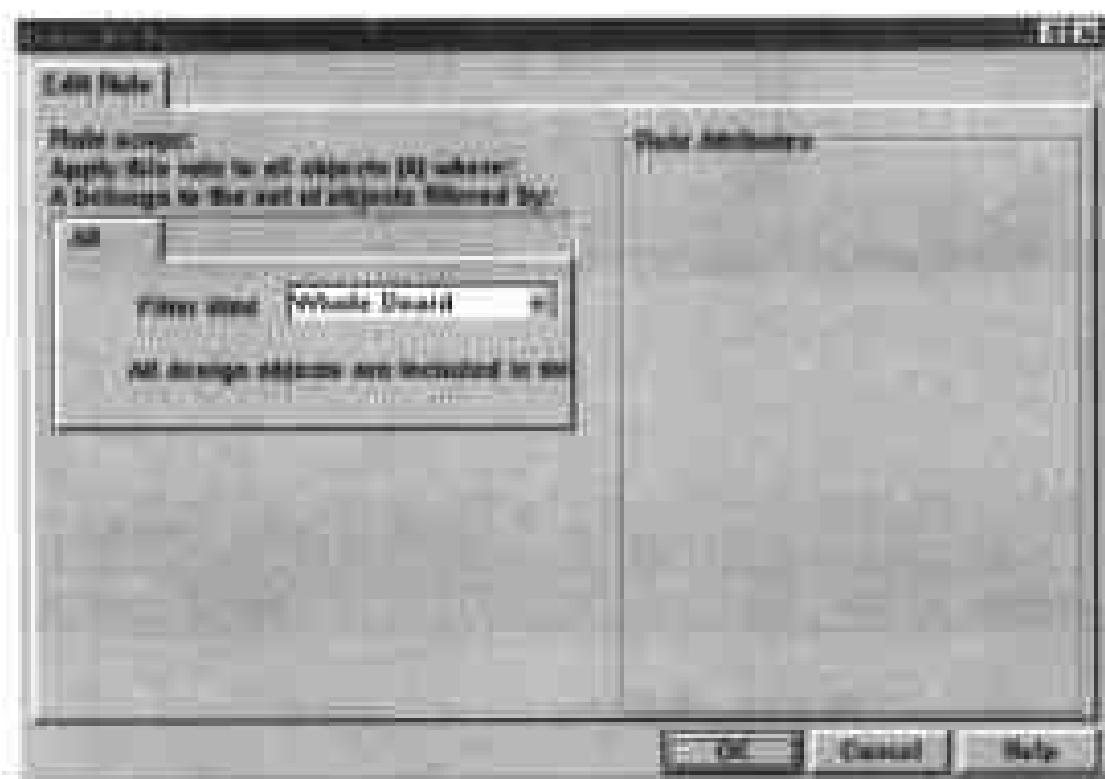

图 9-57 设置测试未完成布线网络的限制
- (1) 选择 Design > Rules, 在弹出的 Design Rules 对话框中单击 Other 标签, 然后在对话框的 Rule Classes 列表框中单击 Un-Route Net Constraint, 此时对话框下部方框中只有一个 Scope 栏。
(2) 单击对话框下部的 Add 命令按钮,弹出如图 9-57 所示的对话框,供用户进行设置。